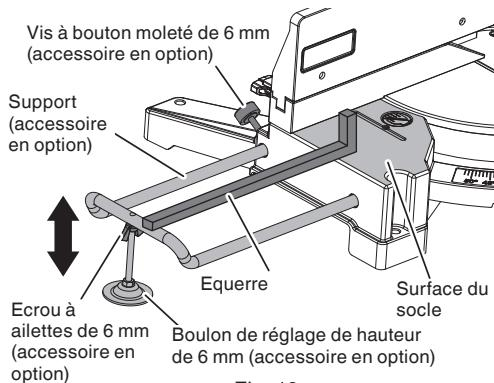

Fig. 10
- (1) Comme indiqué sur la Fig. 10, utiliser une équerre en acier pour aligner le bord supérieur des supports avec la surface du socle. Desserrer la vis à bouton moletée de 6 mm. Tourner un boulon de réglage de la hauteur de 6 mm et régler la hauteur du support.
- (2) Après le réglage, serrer fermement l'écrou à oreilles de 6 mm et fixer le support avec la vis à bouton moletée de 6 mm (accessoire en option). Si la longueur du boulon de réglage de hauteur de 6 mm est insuffisante, placer une plaque mince en dessous. S'assurer que l'extrémité du boulon de réglage de la hauteur de 6 mm ne dépasse pas du support.